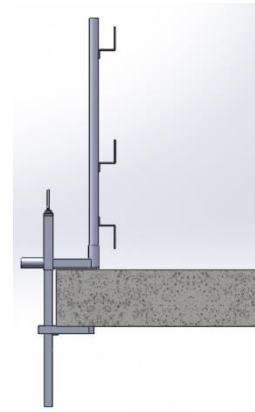

fig. 7
- Inserire il montante verticale all'interno del tubo circolare cavo (fig.7 a pag. 9);